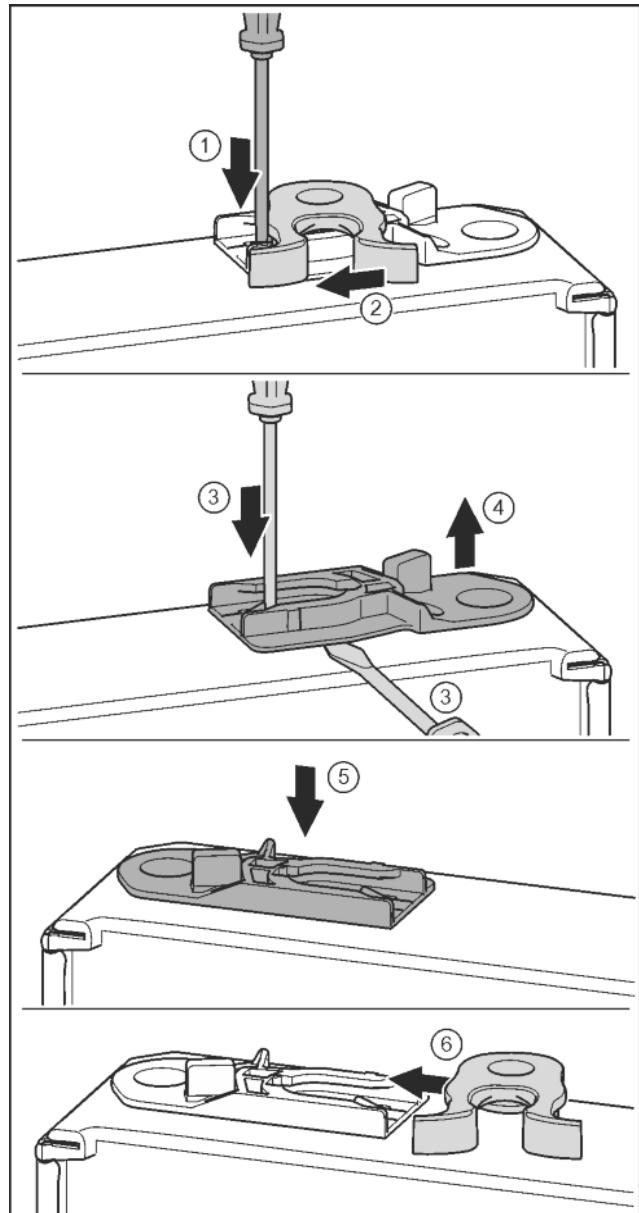

Fig. 20
- Нажать накладку шлицевой отверткой вниз. Fig. 20 (1)
- Запорный крючок вывести из направляющей. Fig. 20 (2)
- Извлечь направляющее гнездо: нажать накладку шлицевой отверткой и одновременно переместить ее шлицевой отверткой под направляющее гнездо. Fig. 20 (3, 4)
- Прилагаемое при поставке направляющее гнездо вставить на другой стороне корпуса. Fig. 20 (5)
- Запорный крючок вставить в направляющую. Fig. 20 (6)